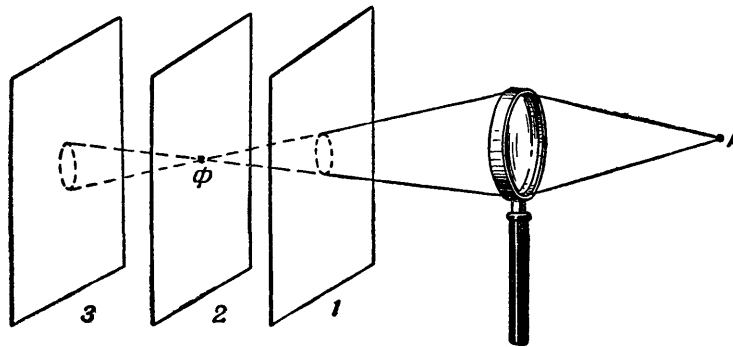

Рис. 4. Резкое изображение световой точки A получается только в фокусе линзы Φ
Рис. 4 поясняет, почему это так происходит. Лучи от точки A проходят через линзу и идут далее сходящимся пучком. Пройдя точку Φ , называемую фокусом линзы, они снова расходятся. На рисунке изображён экран в трёх положениях: между линзой и точкой Φ (1), в точке Φ (2) и за точкой Φ (3). Понятно, что только в точке Φ мы имеем резкое изображение источника света A . В двух других положениях вместо точки мы получим расплывчатое круглое пятно. В этом и причина уменьше-